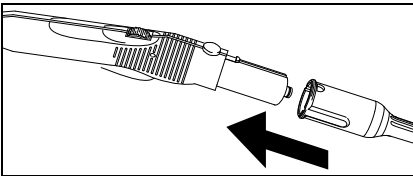

Abb. 6
- Benötigtes Zubehör (D1,E1, F1) mit der Dampfpietole (C1) verbinden. Dazu das offene Ende des Zubehörs auf die Dampfpietole (C1) stecken und soweit auf die Dampfpietole schieben, bis die Entriegelungstaste (C2) der Dampfpietole einrastet (siehe Abb. 6).